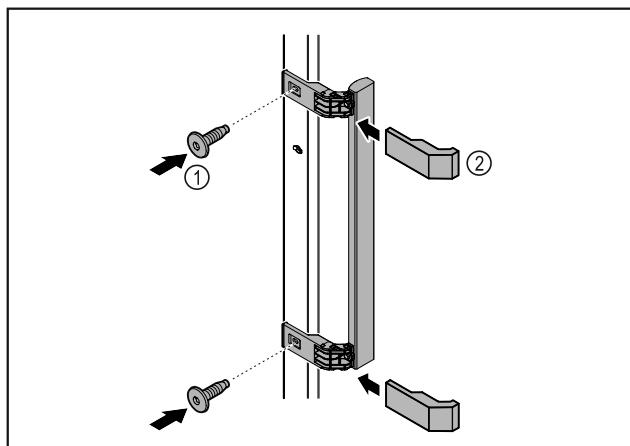

Fig. 7
► Montirajte ručku iz vrećice s priborom s pomoću priloženih vijaka Fig. 7 (1) na vrata.
► Postavite poklopac Fig. 7 (2).